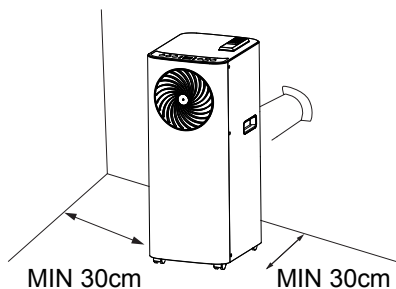

Fig. 5
Se necessario, l'apparecchio può essere installato in modalità semi-fissa (Fig. 5). Procedere come segue:
- Inserire un'estremità del tubo nel pezzo precedentemente montato sulla parete, come illustrato nella (Fig. 5)